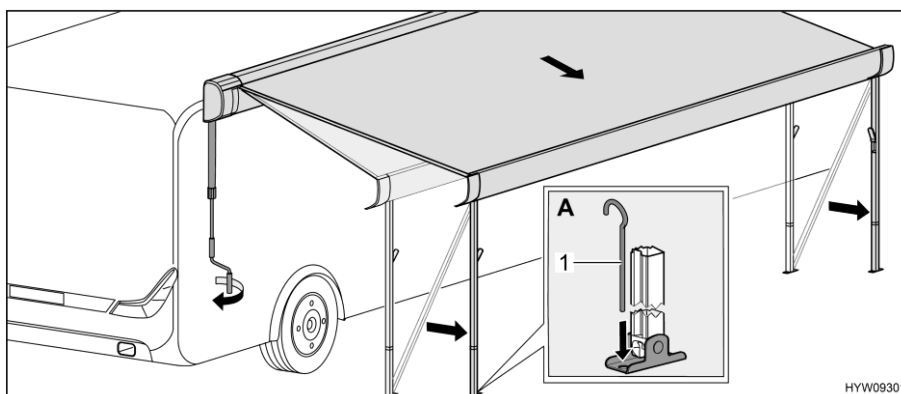

Bild 48 Placera markisen i ändläge
- Fäst stödfötterna med tältpinnar (Bild 48,1) på marken (Bild 48,A).